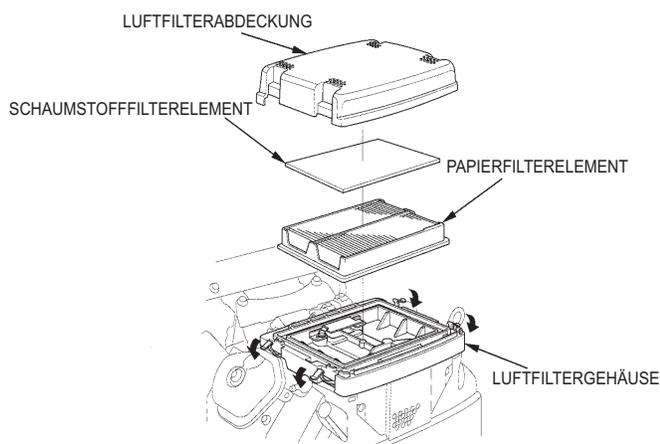

Abbildung 14. Luftfilter
1. Lösen Sie die vier Schnallen (Abbildung 14) der Luftfilterabdeckung und entfernen Sie die Abdeckung.